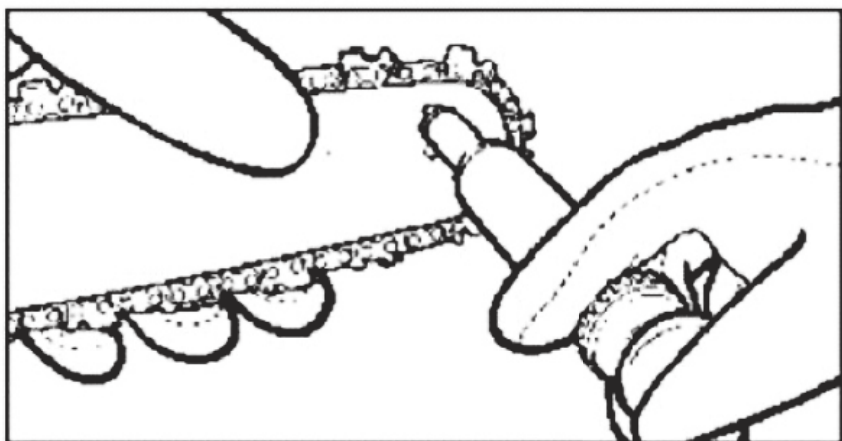

Fig.6
3. En utilisant le pistolet à graisse jetable, insérez l'embout dans le trou de lubrification et injectez la graisse jusqu'à ce qu'elle apparaisse au bord extérieur de l'embout de pignon (Fig. 6).